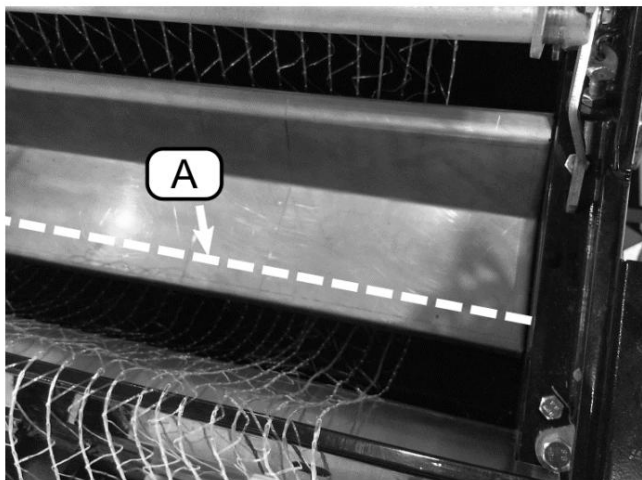

Figura 18 Fața preseii de balotat – camera de rulare a plasei
- c) Introduceți plasa sub cameră (Figura 18) și sub rola de dedesubt (A, ascunsă).